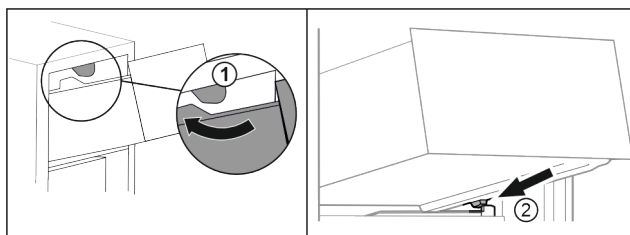

Fig. 16
- ▶ Poprowadzić szufladę wokół górnego stopera Fig. 16 (1).
- ▶ Założyć szufladę pod skosem za dolnymi stoperami na żebro pojemnika Fig. 16 (2).